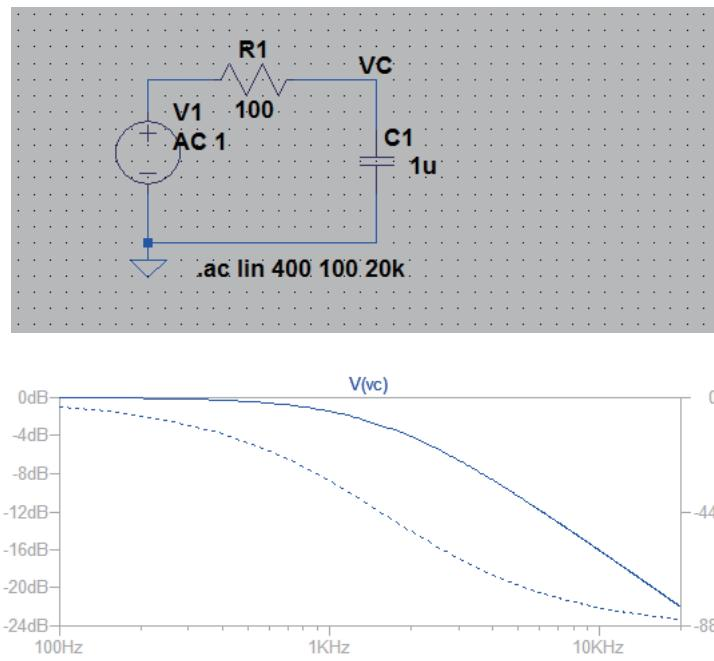

図 5.1: RC 回路のボード線図
1. RC回路の入力を1VとしてLTspiceで伝達関数を計算(図5.1参照)。